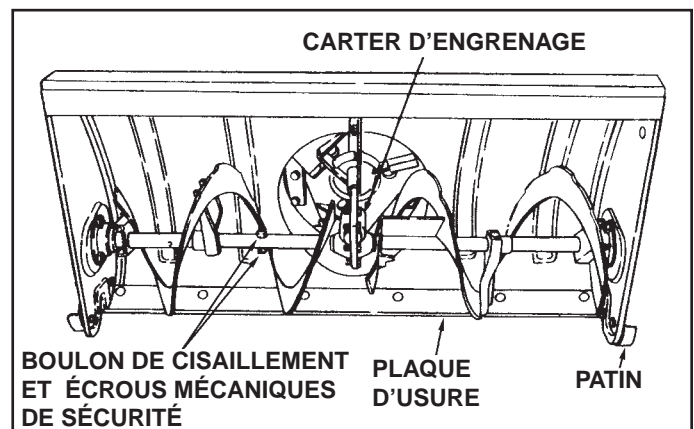

FIGURE 60
- Si les tarières ne tournent pas, vérifier si les boulons de cisaillement se sont cassés. Voir la figure 60. Deux boulons de cisaillement et deux écrous mécaniques de sécurité de remplacement sont fournis avec la souffleuse. En prévision, commander les pièces no. 710-0890A pour les boulons de cisaillement et les pièces no. 47810 pour les écrous mécaniques de sécurité.